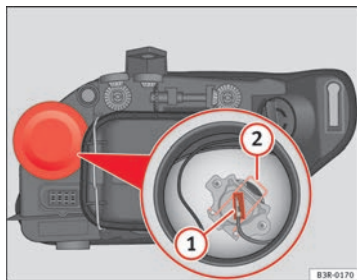

Fig. 207 Luz de carretera
- Extraiga el conector ⇒ fig. 207 **1** de la lámpara.
- Presione el resorte ⇒ fig. 207 **2** hacia dentro y hacia la derecha.